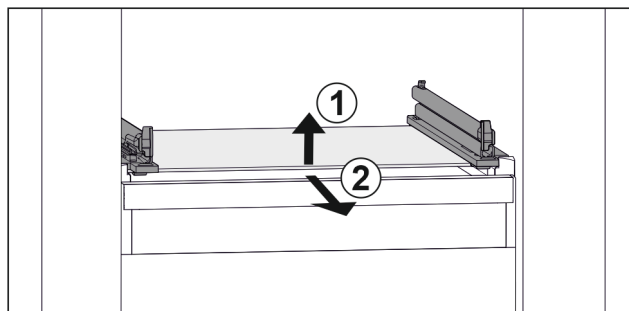

Fig. 110 Príklad zobrazenia sklenenej dosky
- ▶ Nadvihnite sklenenú dosku vpredu. Fig. 110 (1)
- ▶ Odoberte sklenenú dosku dopredu. Fig. 110 (2)